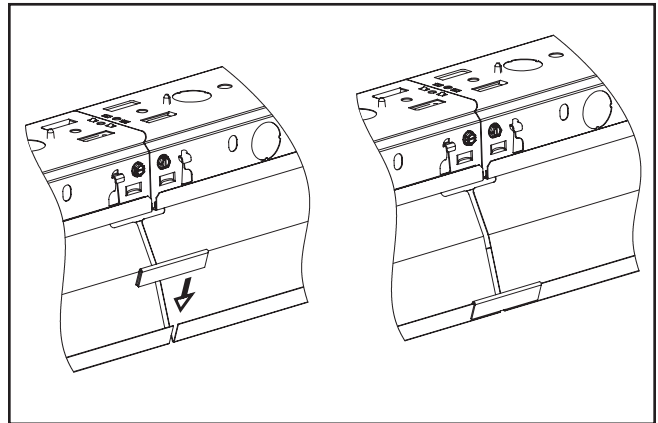

Figura 5.
5. Cuando corresponda, alinee los reflectores de las luminarias adyacentes utilizando los alineadores como se indica. (Figura 5.)